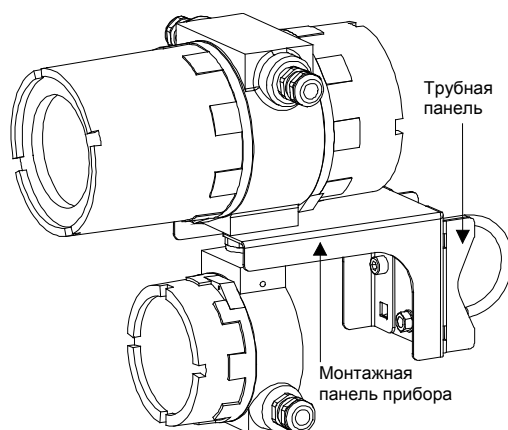
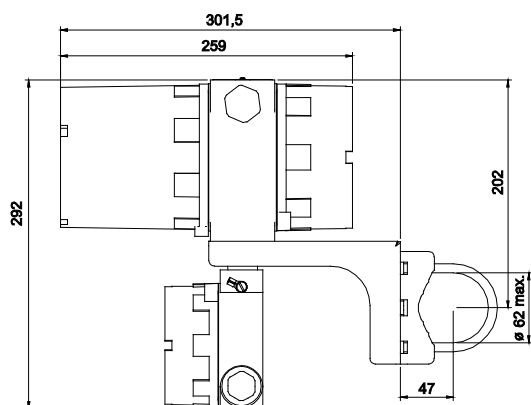
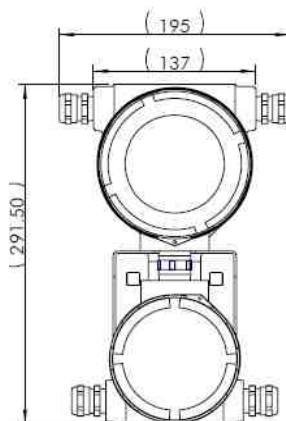
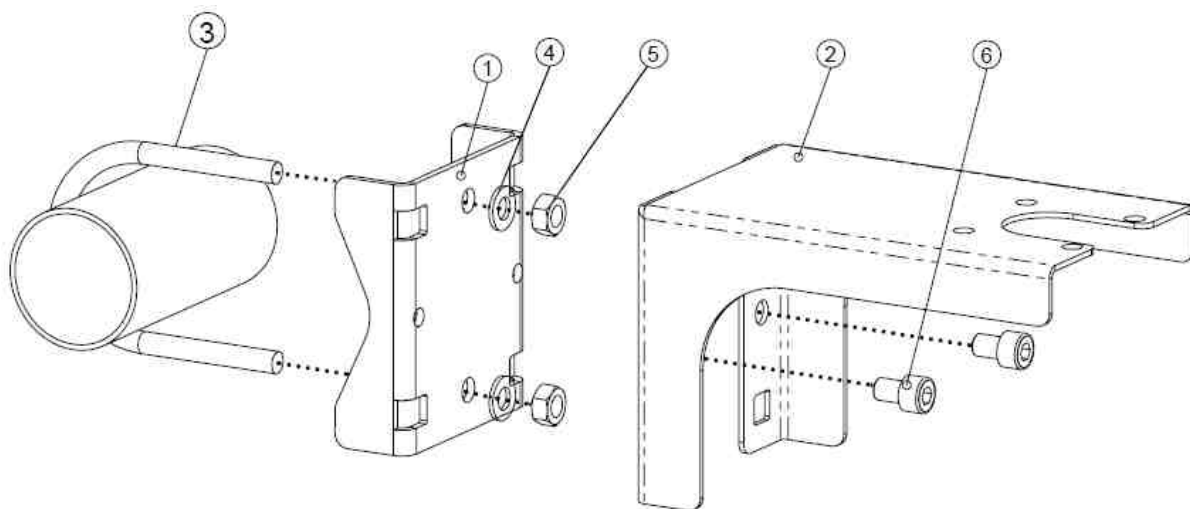

Рис. 6.1 ПИР RF 8027 с крепежным устройством
Рис.6.2 Вид сбоку прибора ПИР RF 8027 (размеры в мм)
Рис.6.3 Вид спереди прибора ПИР RF 8027 (размеры в мм)
Рис.6.4 Монтажный набор
Привинтить монтажную панель прибора (2) к нижней части корпуса электронного блока (см. рис. 6.1). После этого прибор можно смонтировать на стене (размеры см. на рис.6.2 и рис.6.3).
- Закрепить трубную панель (1) на трубе, как показано на рис.6.4.
- Закрепить монтажную панель прибора (2) на трубной панели (1) посредством имеющихся в комплекте поставки винтов (6).
- Привинтить нижнюю часть корпуса электронного блока к монтажной плате прибора (см. рис. 6.1).